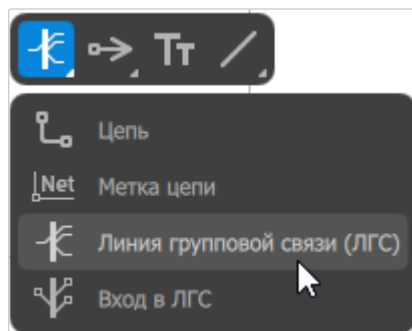

Рисунок 116. Инструмент «Линия групповой связи (ЛГС)» на панели инструментов
- Щелкнуть правой кнопкой мыши по первой кнопке на панели инструментов редактора схем и в раскрывшемся списке выбрать инструмент «Линия групповой связи (ЛГС)» (см. рисунок 116).